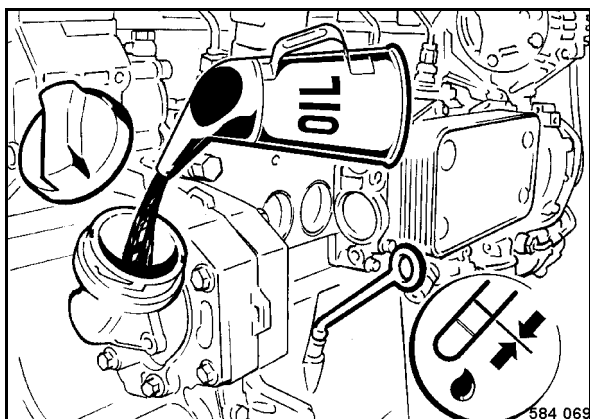

fig. 105
- Remplir l'huile moteur neuve (fig. 105).